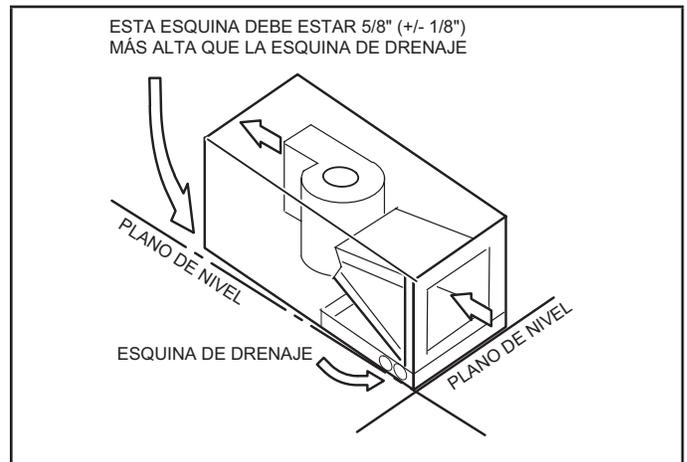

FIGURA 11. Inclinación de la unidad para un drenaje apropiado
- 3 - Coloque la unidad de modo que esté inclinada hacia el extremo del colector de drenaje de flujo ascendente y nivélela desde el extremo delantero al extremo trasero (ver la Figura 11).
Asegúrese de que la unidad esté inclinada (similar a la pendiente en la Figura 11) de modo que el colector de drenaje se vacíe por completo sin que quede agua estancada en el colector.